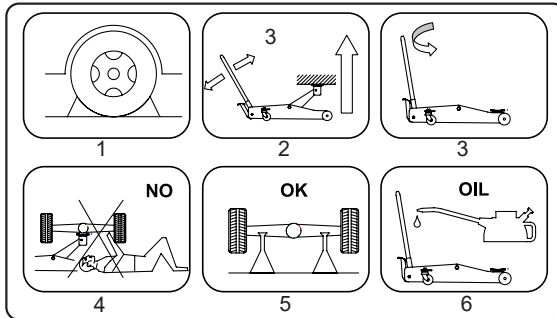

Fig. 02
- Zorg ervoor dat er niemand in de auto zit die opgeheven gaat worden. Zet de motor uit en gebruik de handrem van de auto. Gebruik klemmen om te voorkomen dat de auto beweegt (Afb.02(1)). Ga niet in de auto zitten en zet de motor niet aan.
- Plaats de krik altijd op zo een manier dat deze niet bediend kan worden van onder de auto (Afb.02(4)).
- Gebruik de hefstand of het pedaal om het hefapparaat op de gewenste hoogte te brengen (Afb.02(2)). Zorg ervoor dat de hydraulische klep dicht is.
- Draai om de last te verlagen de hefstaang langzaam tegen de klok in (Afb.02(3)).
⚠ WARNING Gebruik het hefapparaat nooit om de auto te verplaatsen of om deze opgeheven te laten. Gebruik altijd chassischragen (Afb.02(5)).